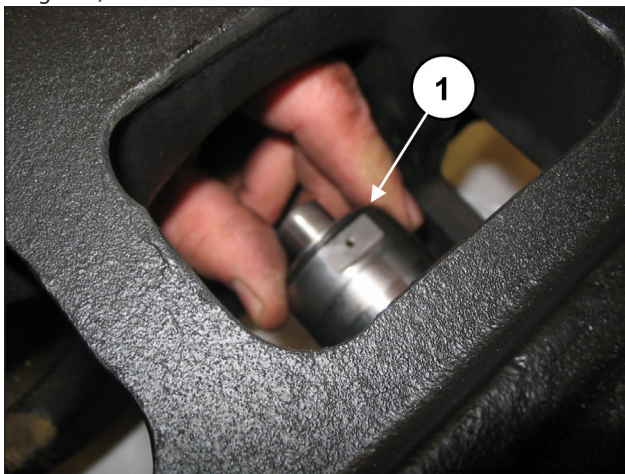
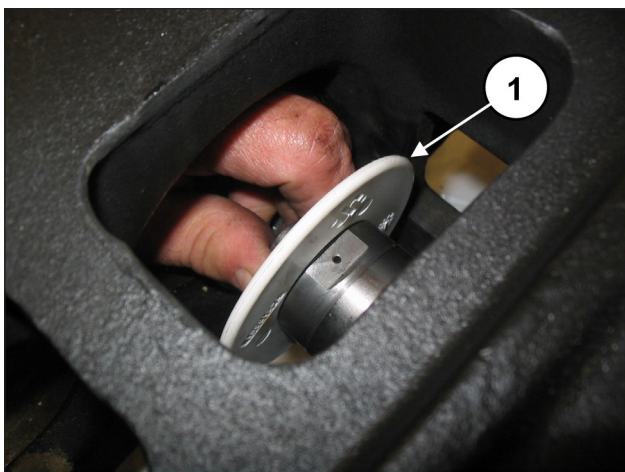

Fig. 174
Fig. 175
Posicione a proteção contra respingos completa do anel circular no compartimento da guia do pistão (pos. ①, Fig. 174 e Fig. 175).